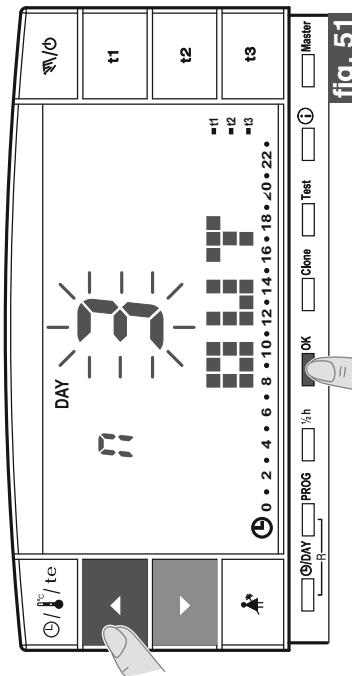

fig. 51
- En la pantalla aparece el mes actual parpadeando. Con las teclas configurar el mes en el que se desea activar el programa Holiday (salir de la vivienda); confirmar pulsando la tecla OK (fig. 51).